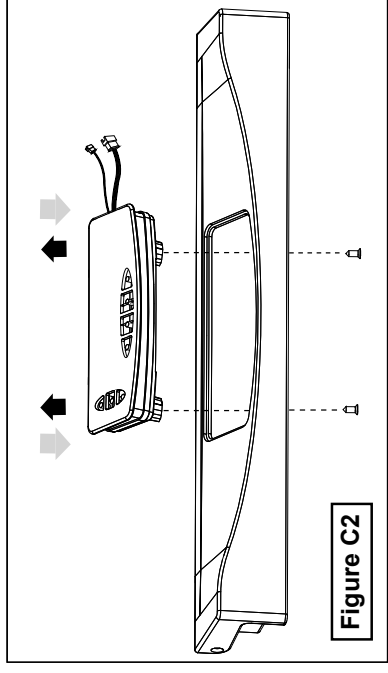

Figure C2
- Remove the two (2) screws from the bottom of the controller. See Figure C2.
- Remove the controller from the control panel. See Figure C2.
- Place the controller in the proper location and reassemble to control panel. See Figure C2.
- Enlevez les deux (2) vis qui se trouvent sur le fond du contrôleur. Voir la figure C2.
- Retirez le contrôleur du panneau de commande. Voir la figure C2.
- Positionnez correctement le contrôleur et fixez-le sur le panneau de commande. Voir la figure C2.
- Retire los dos (2) tornillos de la parte inferior del controlador. Ver Figura C2.
- Retire el controlador del panel de control. Ver Figura C2.
- Coloque el controlador en la ubicación apropiada y vuelva a ensamblar el panel de control. Ver Figura C2.